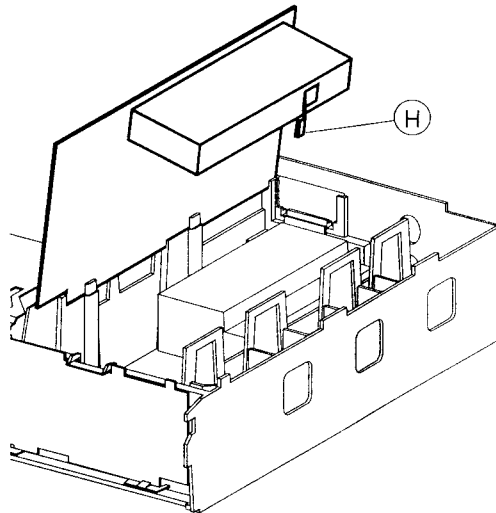

Fig. 5
- Vor dem Austausch der Tuner/Modulator-Einheit Massfeder (H) (Fig. 5) entfernen und diese unbedingt am Austauschbaustein anbringen.